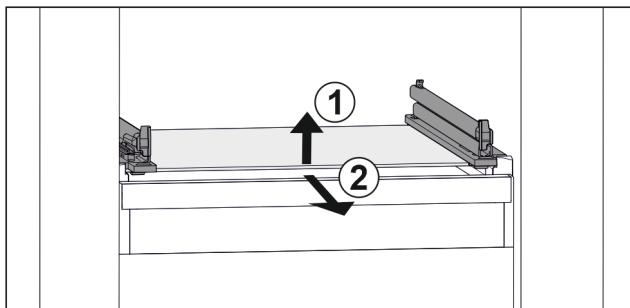

Fig. 51 Primjerni prikaz staklene ploče
- ▶ Staklenu ploču podignite sprijeda. Fig. 51 (1)
- ▶ Izvadite staklenu ploču prema naprijed. Fig. 51 (2)